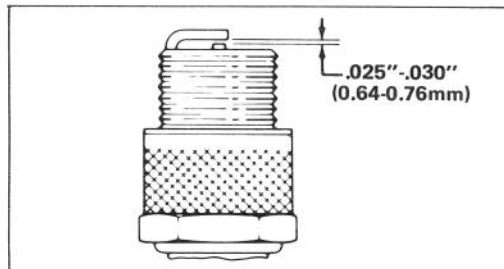

Figure 29
### REPLACEMENT DE LA BOUGIE D'ALLUMAGE (fig. 29)
3. Réglez l'écartement entre les électrodes de la nouvelle bougie d'allumage de 0,64 à 0,76 mm (fig. 29). Puis, posez la bougie sur la culasse. Serrez la bougie à 20,3 N.m. En l'absence de clé dynamométrique, serrez la bougie complètement.